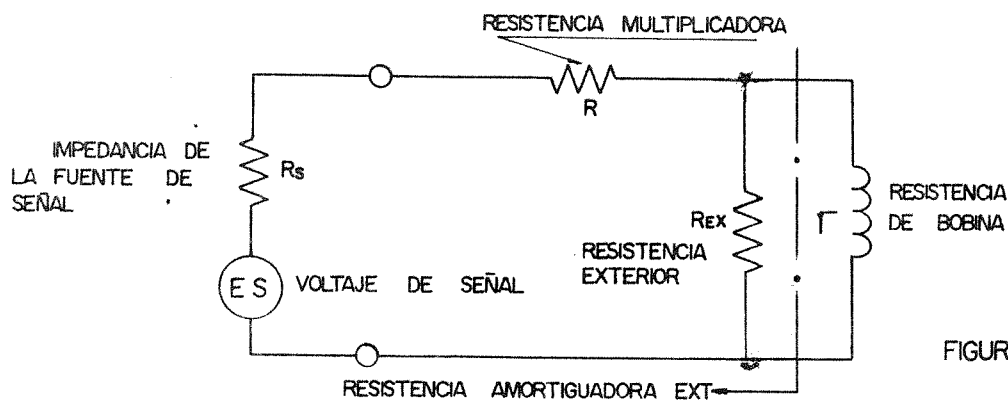

FIGURA XVI- 28
- 2 - Cuando una resistencia de regulación es conectada en paralelo con la resistencia de la bobina Figura XVI-28.